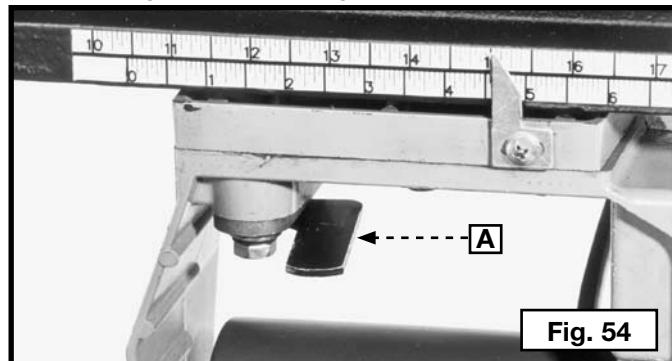

Fig. 54
Le levier d'index de la fourche (A) Figure 54 active une butée positive qui met en place la tête de coupe en position transversale ou de sciage. Pour faire tourner la tête de coupe, relâcher la poignée de fixation de la fourche, appuyer ou relever le levier d'index de la fourche (A) pour relâcher la butée positive, puis faire tourner la tête de coupe en position de sciage vers l'intérieur (1), de sciage vers l'extérieur (2) ou de coupe transversale (3). Libérer le levier d'index de la fourche (A) Figure 53 et la tête de coupe s'indexera automatiquement à chacune des trois positions.
2. Commencer à travailler une pièce de bois avec la scie (Figure 54).